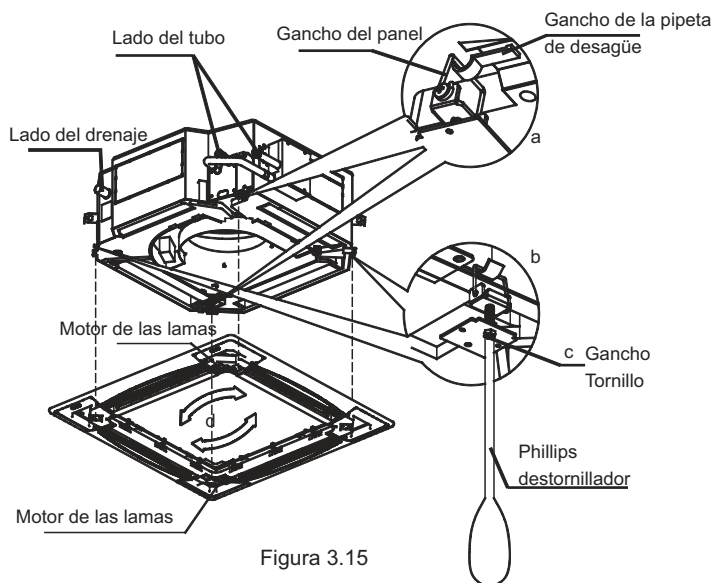

Figura 3.15
- 2) Durante la instalación, cuelgue primero el lado del motor de las lamas del panel y colóquelo en el lado opuesto del panel en el cuerpo de la unidad al correspondiente gancho de la bandeja de drenaje (consulte la Figura 3.15, a). A continuación, cuelgue los dos ganchos restantes del panel en el soporte de suspensión correspondiente del cuerpo de la unidad interior (véase la figura 3.15, b).
- 4) Ajuste los cuatro tornillos del gancho del panel (vea la Figura 3.15, c) para mantener el panel nivelado, y levántelo uniformemente hasta el techo.
- 5) Ajuste el panel ligeramente en la dirección "d" (véase la figura 3.15, d), de modo que el centro del panel quede alineado con el centro de la abertura del techo. Verifique que los ganchos en las cuatro esquinas estén bien colocados.